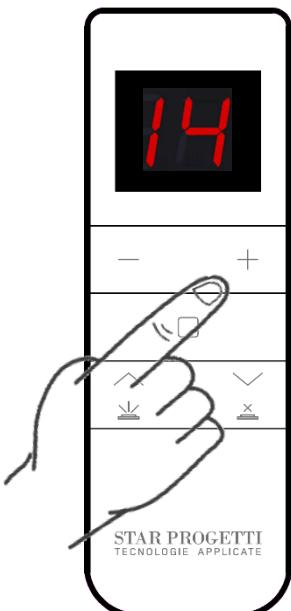
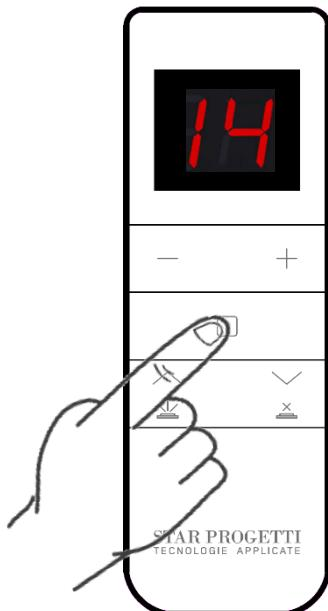

Abb.15
Abb.16
- Wählen Sie mithilfe der Tasten „+“ und „-“ den Kanal 14 (Abb. 15) und drücken Sie unmittelbar danach die in Abb. 16 gezeigte Taste